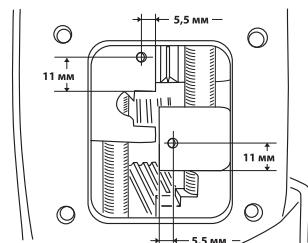

Рис. 11
- в вилках переключения просверлите отверстия согласно **Рис. 11**.